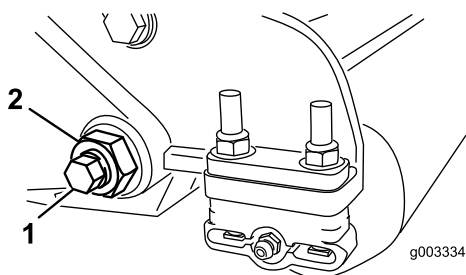
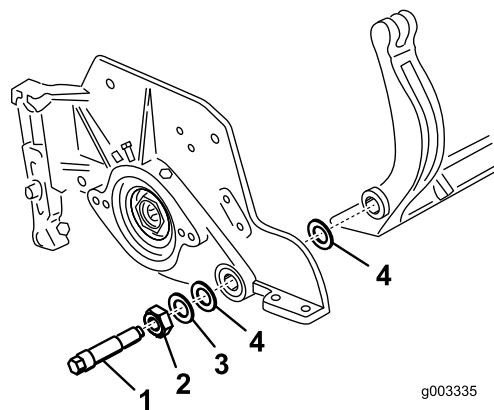

Bild 27
Bild 28
3. Lösen Sie an jeder Seite der Maschine die Klemmmutter, mit der die Schraube des Untermesserträgers befestigt ist (Bild 27).
und von der Maschine entfernt werden kann (Bild 27). Bewahren Sie die beiden Nylonscheiben und die beiden Scheiben aus gestanzten Stahl an jedem Ende des Untermessers auf (Bild 28).
2. Befestigen Sie den Untermesserträger mit den Untermesserträgerschrauben (Muttern an den Schrauben) und den sechs Scheiben an jeder Seitenplatte. Legen Sie eine Nylonscheibe an jede Seite des Seitenplattenansatzes. Legen Sie eine Stahlscheibe außen auf jede Nylonscheibe (Bild 28). Ziehen Sie die Schrauben mit 37 bis 45 Nm an. Ziehen Sie die Sicherungsmuttern an, bis sich die Stahlscheibe außen nicht mehr dreht und kein Spiel am Ende vorhanden ist, ziehen Sie jedoch nicht zu stark an oder verbiegen Sie die Seitenplatten. Die Scheiben innen können einen Abstand aufweisen.